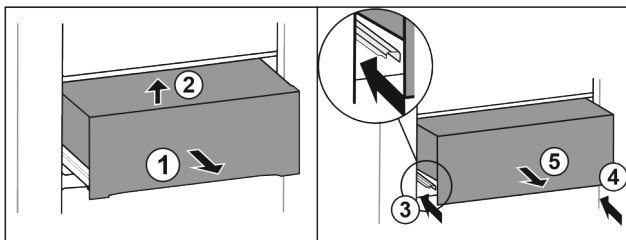

Fig. 30
- Schubfach halb herausziehen Fig. 30 (1).
- Vorne anheben Fig. 30 (2).
- Linke Schiene einschieben Fig. 30 (3).
- Rechte Schiene einschieben Fig. 30 (4).
- Schubfach nach vorne entnehmen Fig. 30 (5).